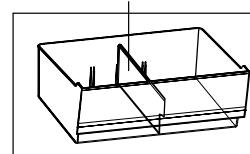

Figura 6
3.1.3 Vasul (pentru legume sau fructe) are un separator în conformitate cu figura 6, care este instalat pe canelurile de ghidare într-o din cele trei poziții.